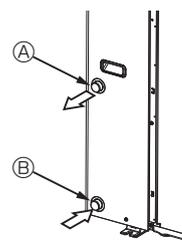

Fig. 4-1
4.1. Σύνδεση σωληνώσεων νερού (Fig. 4-1)
- Η θέση των σωλήνων εισαγωγής και εξαγωγής φαίνεται στην Fig. 4-1.
[Fig. 4-1]